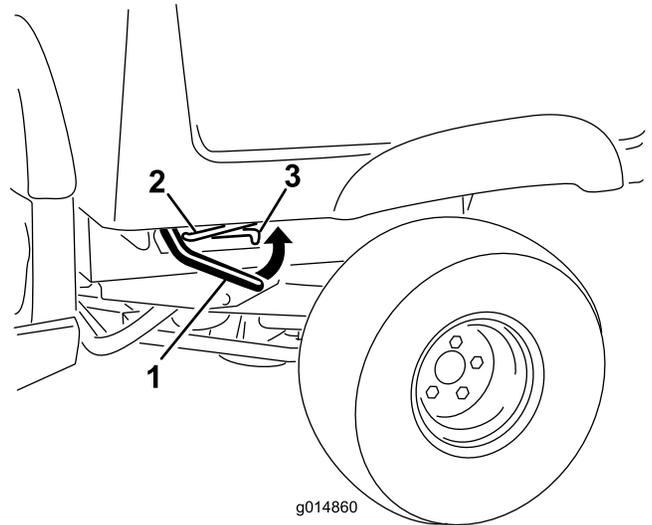

Bild 14
- Heben Sie den Hebel an beiden Seiten der Ladepritsche an und heben Sie die Ladepritsche an (Bild 14).
- Ziehen Sie die Stützstange in die Auskerbung, um die Staubbox zu befestigen (Bild 14).